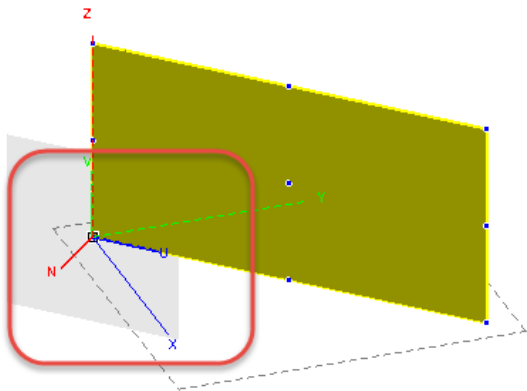

图 3-54 定义工作坐标系
在弹出的“Create polygon”对话框（见图 3-54）中进行如下设置。
① 选择“Workplane”选项卡，把光标定在“Origin”区域，按住〈Ctrl+Shift〉组合键，在 3D 视图中，移动光标到全局坐标的原点位置，确认新坐标系的 U 轴平行于模型 Polygon\_global 的长边，如图 3-54 所示。